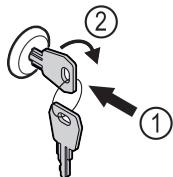

Fig. 120
- ▶ Zatlačte klúč Fig. 120 (1).
- ▶ Otočte klúč o 90° v smere hodinových ručičiek Fig. 120 (2).